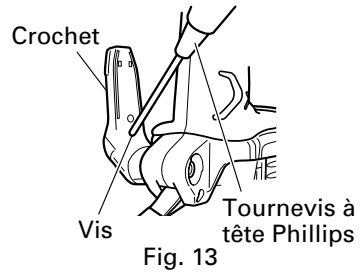

Fig. 13
- (1) Desserrer la vis du crochet avec un tournevis à tête phillips (no. 1). (Fig. 13)